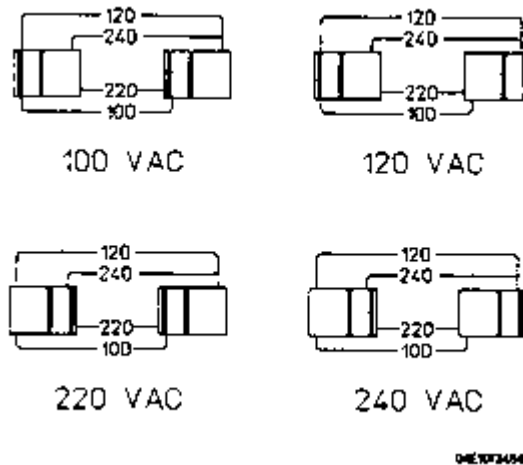

Abbildung 1-2 Mögliche Positionen der Netzspannungswahlschalter
- 2 Bringen Sie die Schalter mit Hilfe eines kleinen Längsschlitz-Schraubendrehers die Schalter in die erforderliche Position (siehe **Abbildung 1-2**).